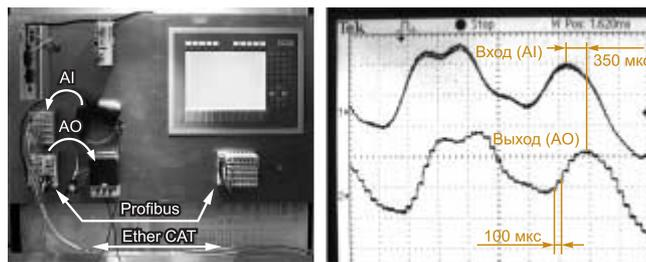

Рис. 5. EnterCAT. Резервирование канала связи
Вернемся к стенду Beckhoff. В разделе EtherCAT также присутствует решение по резервированию промышленной шины (рис. 5). В качестве мастера шины EtherCAT использован промышленный ПК с двумя сетевыми адаптерами. Два распределенных узла ввода/вывода подключены к шине EtherCAT. На одном из узлов помещен двухканальный модуль аналогового ввода (AI) типа EL3102 (-10...10 В) и 4-канальный модуль дискретного входа EL1014. На втором узле помещен двухканальный модуль аналогового вывода (АО) типа EL4132 (-10...10 В) и модуль EL6731, который является мастером шины Profibus DP. На один из каналов аналогового входа модуля EL3102 через преобразующий трансформатор 20:1 подается аналоговый сигнал со звукового выхода обычного CD-плеера. С выхода модуля EL4132 напряжение после делителя 1:20 подается на звуковую колонку с активным входом. Трансформатор и делитель (пассивные элементы) используются только, чтобы привести уровень напряжения к диапазону -10...10 В. Программа в ПЛК очень простая: прочитать аналоговый вход и повторить это же значение на аналоговом выходе. Напряжение AI, поступающее на вход модуля EL3102, и напряжение АО с выхода модуля EL4132 подаются на два независимых входа двухлучевого осциллографа. Цикл задачи ПЛК установлен равным 100 мкс. Через звуковую колонку можно прослушать музыку с CD-плеера с приличным качеством. За 100 мкс управляющий ПК успевает сделать цикл программы ПЛК и выполнить цикл шины EtherCAT, строго синхронизированный с циклом задачи ПЛК. В схеме используется распределенный ввод/вывод. Маленькие ступеньки на осциллограмме соответствуют 100 мкс циклу управляющей системы. Общее запаздывание выходного напряжения относительно входного составляет ~350 мкс. До-